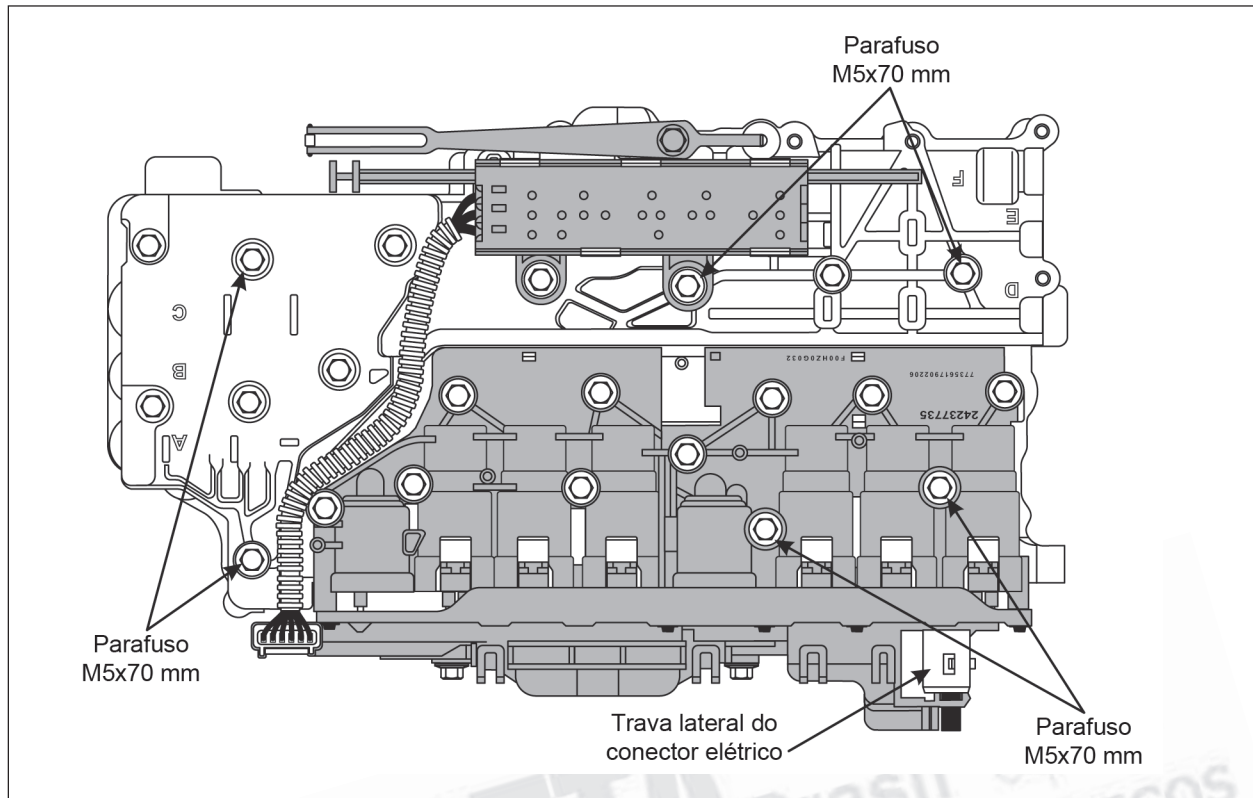

Figura 41
12. Não remova todos os parafusos de fixação do corpo de válvulas. Remova somente os parafusos indicados na figura 41.